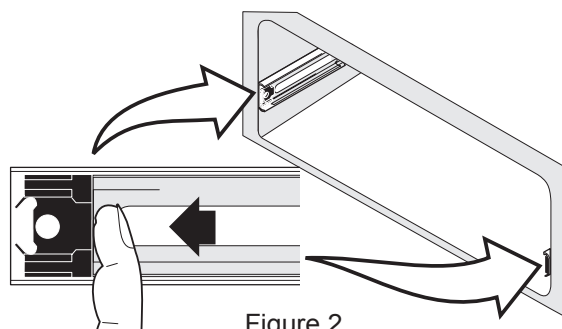

Figure 2
1. Tirez la pièce coulissante en plastique à l'avant des guides du tiroir sur chaque côté de la cavité du tiroir (Figure 2).